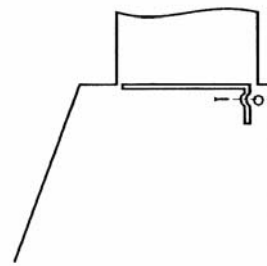

Рис. 11. Окончательное положение клапана сопла
- инвертировать положение клапана сопла и установить его в окончательное положение (рис. 11)